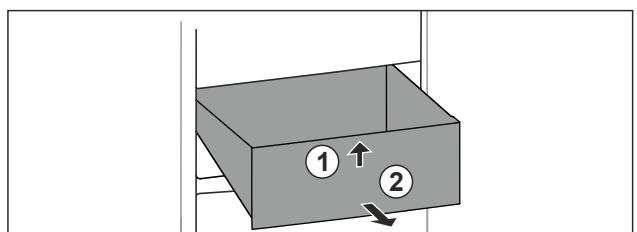

Fig. 86
- Nadvihnite zásuvku vpred. Fig. 86 (1)
- Odoberte zásuvku dopredu. Fig. 86 (2)